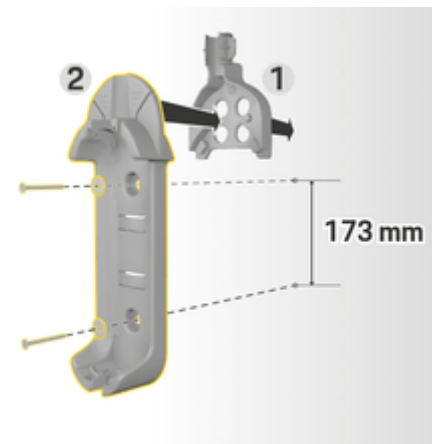

Рис. 63 Розміри отворів
3. Вставте базове настінне кріплення 2 (Рис. 63) спереду в кабельний канал 1 (Рис. 63) і притисніть.